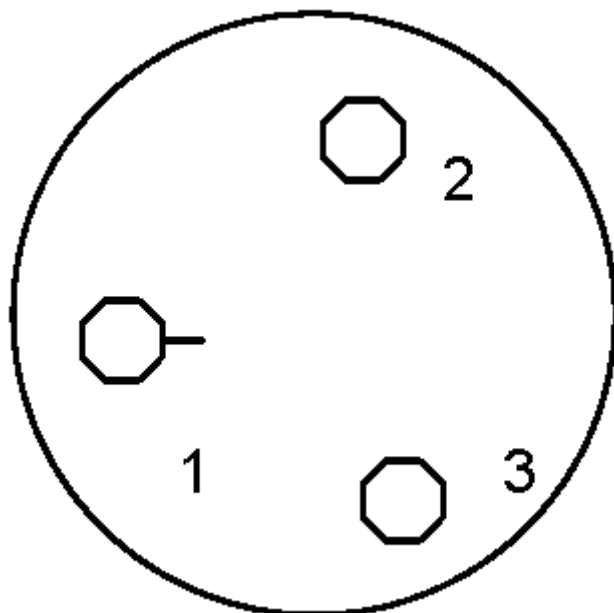

Fig. 8: Toma de alarmas remota - ultracongelador vertical
La configuración de la toma se muestra en (Fig. 8 en pág. 28), tal y como se ve desde la parte posterior del ultracongelador. Dentro del ultracongelador, la toma está conectada a contactos sin tensión de 24 voltios, 1 A. En el funcionamiento normal, con la alimentación eléctrica encendida, el pin 1 está conectado al pin 2; y en condición de alarma, con la alimentación eléctrica apagada, el pin 1 está conectado al pin 3.
4. Esto se puede verificar conectando un dispositivo adecuado para la comprobación de la continuidad a través de los contactos, tal y como se describe en el esquema de la toma de alarmas (Fig. 8 en pág. 28).